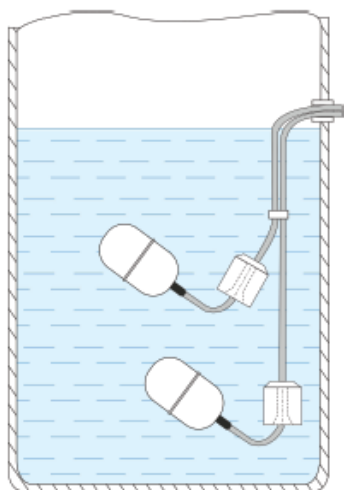

Рис. 1
- 1.1. Подберите грузило весом 1–2 кг и закрепите его на кабеле на нужном уровне, как указано на рис.1.